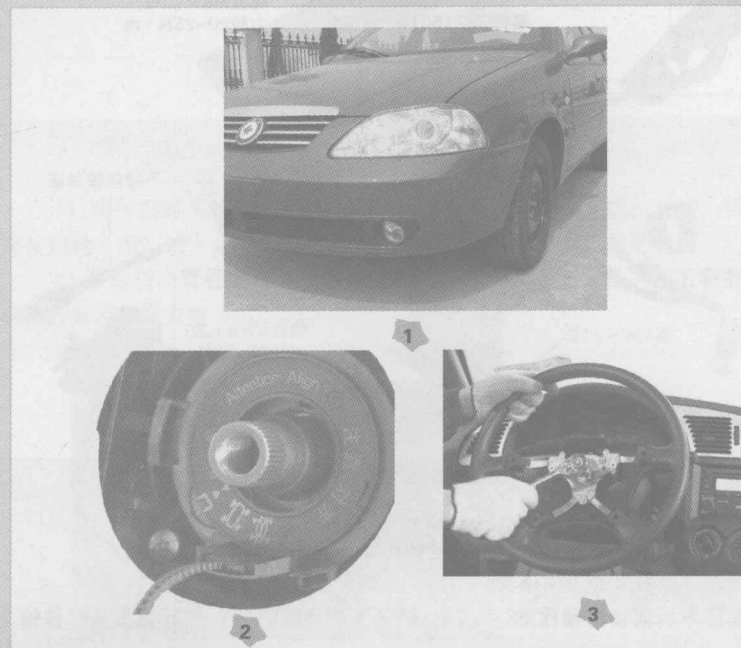

图2-13 转向盘安装的过程
注意：在调整螺旋电缆之前摆正轮胎（图2-13的1）。
3) 对齐螺旋电缆上的标记点后即可（图2-13的2）。
5) 拧上转向盘总成的紧固螺栓（图2-13的3），按规定力矩拧紧。拧紧力矩： $35\text{N} \cdot \text{m}$ 。